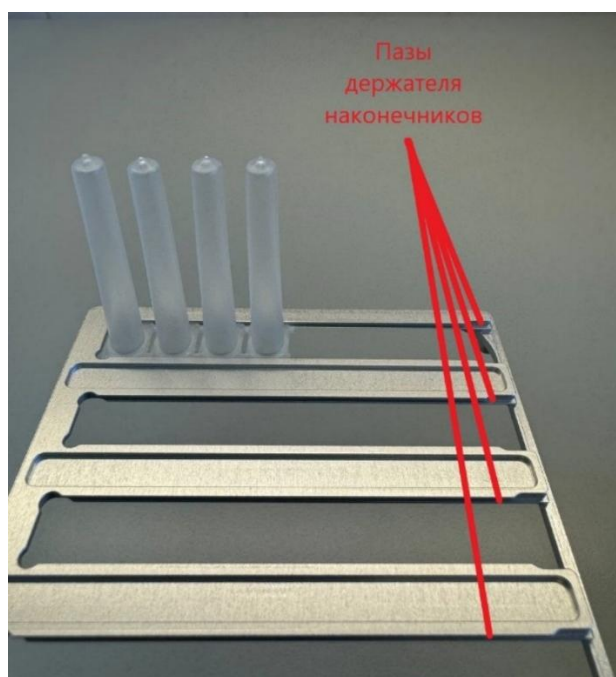

Рисунок 5 – Установка защитных насадок в держатель
8. Взять держатель защитных насадок, установить в направляющие необходимое количество «Защитных насадок для стержневых магнитов-48» в зависимости от количества образцов (см. рис. 5).